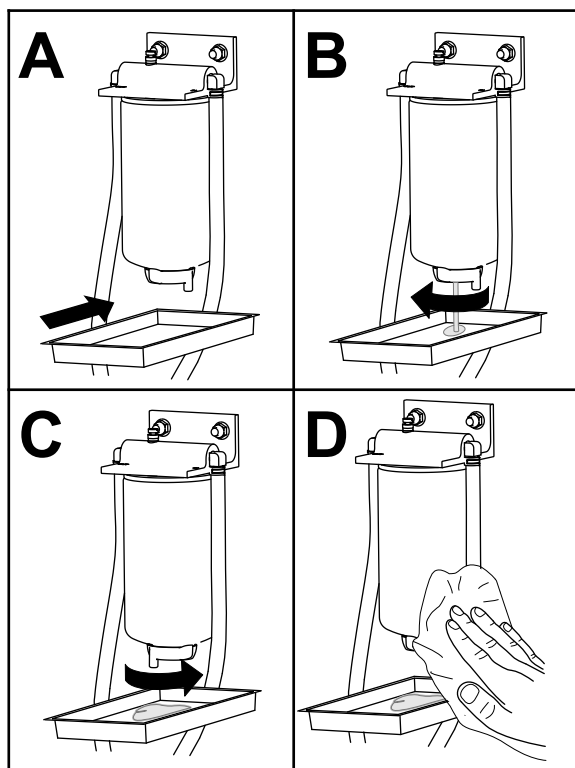

Figure 83
1. Faites l'entretien du séparateur carburant-eau comme montré à la Figure 83.